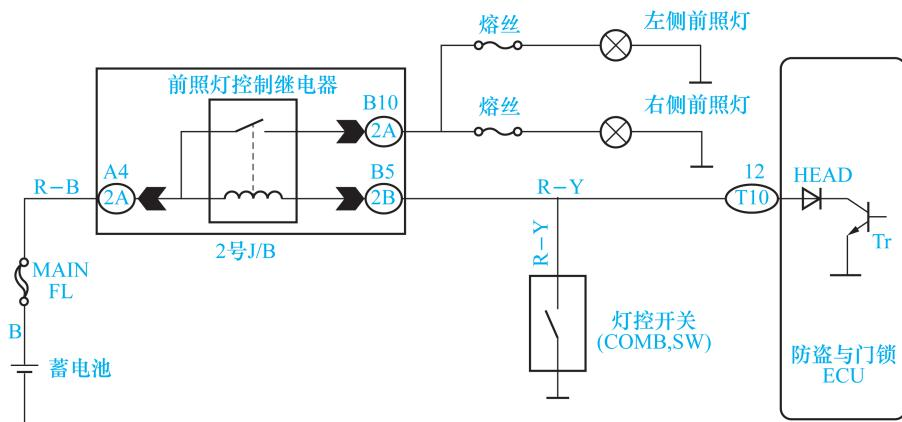

图 1-11 凌志汽车前照灯控制继电器电路
a. 电控单元与开关共同控制用电器的工作。如图 1-11 所示为凌志汽车前照灯控制继电器电路，电控单元 12 号接线端子同时与灯控开关和继电器的电磁线圈连接。从图中可以看出，电控单元 12 号接线端子内部为电子开关（晶体管），该接线端子和灯控开关共同控制继电器的电磁线圈，当按下灯控开关或者 ECU 给晶体管一个触发信号使搭铁电路连通，任意一项满足，则前照灯工作。